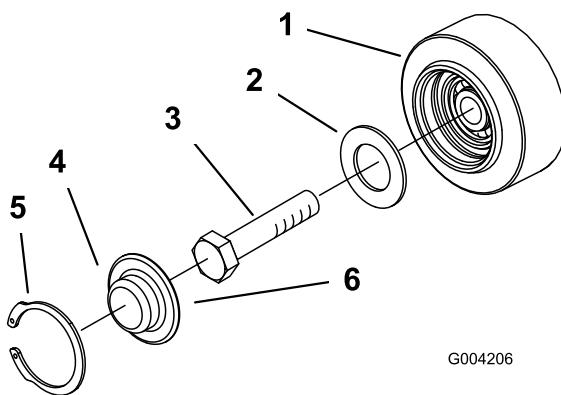

Figure 48
| 3. Déposez le jonc d'arrêt et le chapeau d'un galet de roulement (Figure 48). | |
4. Vérifiez la graisse sous le chapeau et autour du joint (Figure 48). Si elle est encrassée, granuleuse ou en quantité insuffisante, enlevez toute la graisse, remplacez le joint et ajoutez de la graisse neuve.
6. Placez le chapeau de galet de roulement sur la tête du boulon (Figure 48).
7. Fixez le chapeau avec le jonc d'arrêt (Figure 48).